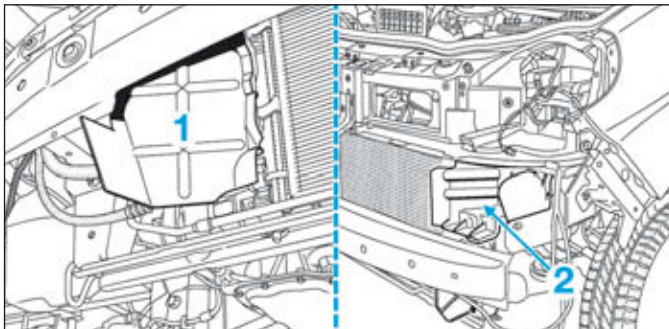

FIG.4
- Déposer les déflecteurs d'air (1) et (2) (Fig.4).